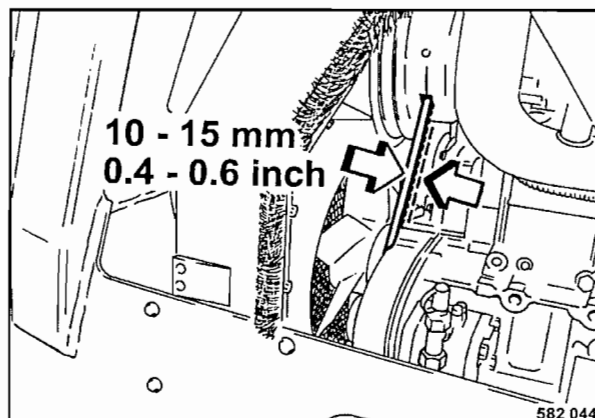

Fig. 77
- Mediante presión del pulgar hay que comprobar si la correa trapezoidal cede entre las poleas no más de 10 a 15 mm (Fig. 77), retensar la correa trapezoidal, si fuese preciso.